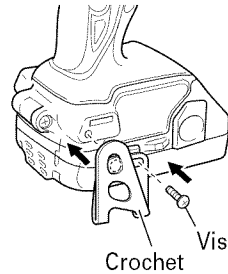

Fig. 11
- (2) Remplacer le crochet et serrer les vis. Installez le crochet à fond dans la gorge de l'outil électrique et serrez les vis pour le maintenir fermement. (Fig. 11)